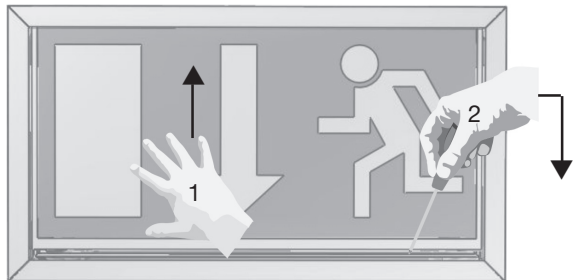

Abb. 5
- Piktogrammscheibe entfernen (s. hierzu Abb. 5 / S. 4).